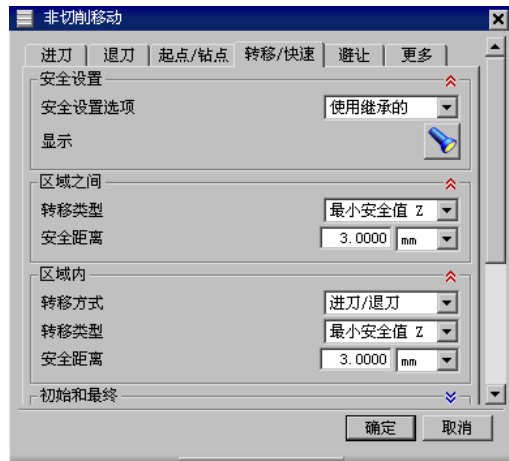

图 5.15 “转移/快速”选项卡
Step2. 单击“非切削移动”对话框中的  选项卡，设置图 5.15 所示的参数；单击  按钮，完成非切削移动参数的设置。